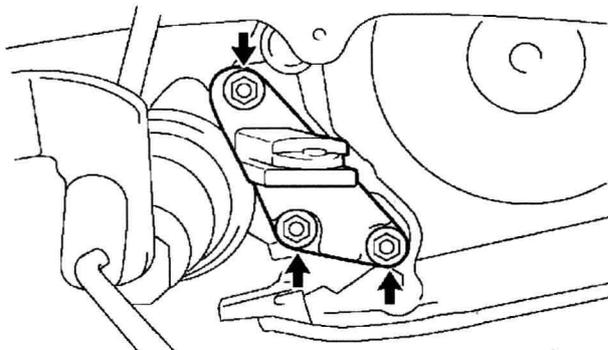

图 1-12 拆卸 3 个螺栓和发动机安装支座 RH
(5) 抬起发动机，并拆卸发动机的安装隔热板 RH。
27. 拆卸发动机的安装支座 RH。拆卸 3 个螺栓和发动机安装支座 RH，如图 1-12 所示。